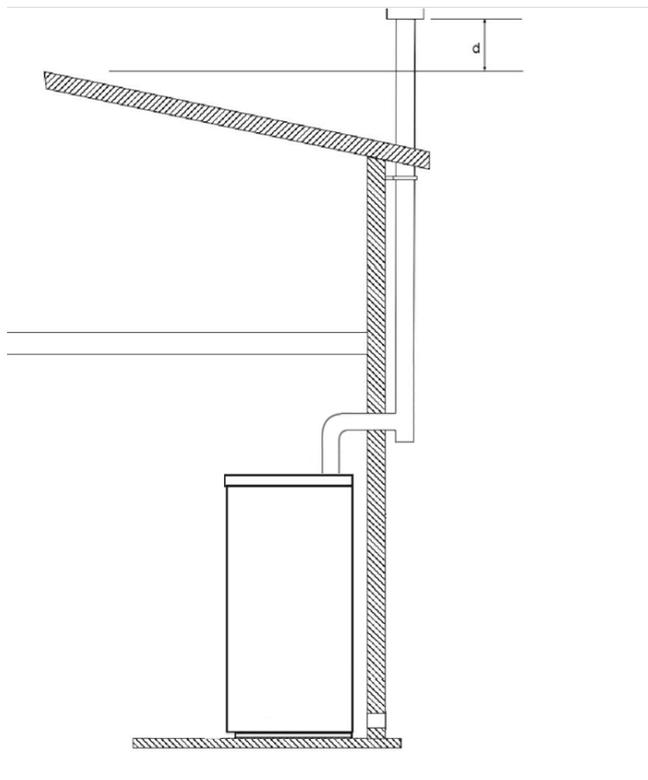

Abb. 13
- Es dürfen nur am Gebäudebe festigte, isolierte Rohre (Doppelwand) aus Edelstahl verwendet werden (Abb.13).
- In Abb. 13 wird die Lösung angezeigt, die im Falle der Verwendung eines äußeren Abzugrohrs angewandt werden muss.